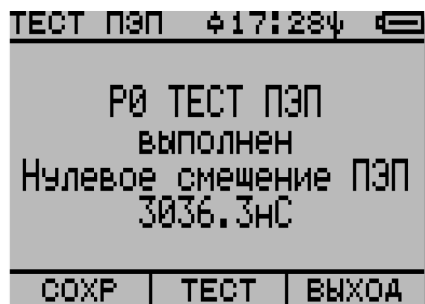
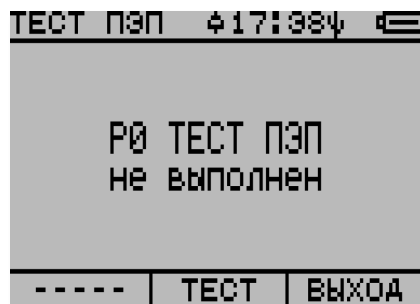

Рисунок 2.17
Рисунок 2.18
4) По окончании Р0 теста на экран дисплея выводятся следующие сообщения: если тест выполнен успешно: **«Р0 ТЕСТ ПЭП выполнен. Нулевое смещение ПЭП 3036,3 нс»** (рисунок 2.17), если тест не выполнен: **«Р0 ТЕСТ ПЭП не выполнен»** (рисунок 2.18).